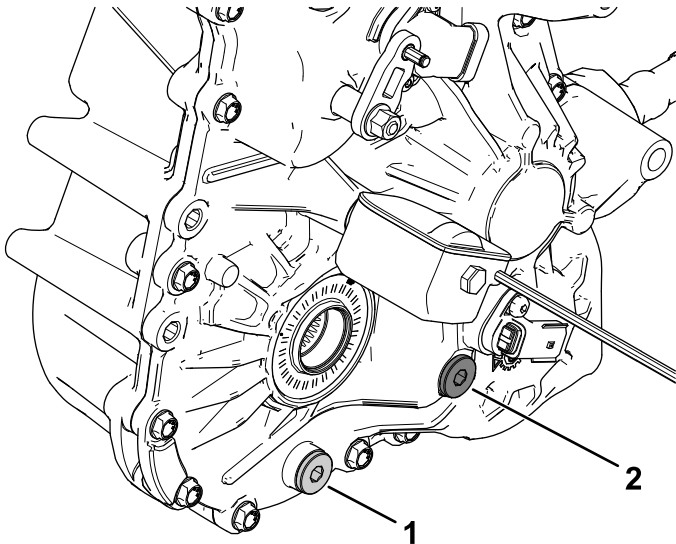

Figure 84
4. Enlevez le bouchon de remplissage de la boîte-pont (Figure 84).
5. Si le niveau de liquide est trop bas, enlevez le bouchon de remplissage et ajoutez le liquide spécifié jusqu'à ce qu'il ressorte par l'orifice (Figure 84).
1. Placez un bac de vidange sous le bouchon de vidange (Figure 84).
2. Retirez le bouchon de remplissage (Figure 84).
3. Enlevez le bouchon de vidange pour permettre à tout le liquide de s'écouler (Figure 84).